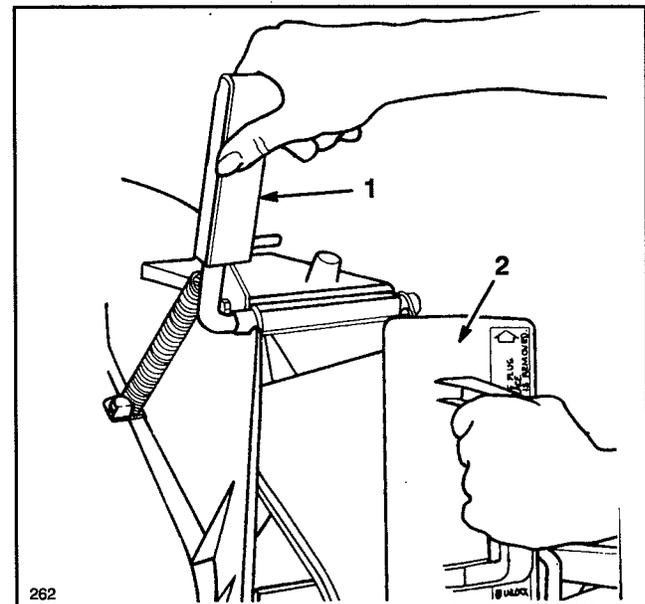

Figure 5
1. Ouvrir le volet d'éjection en tirant la poignée vers soi pour rabattre le volet vers l'intérieur (Fig. 5). Tenir la poignée pour éviter que le ressort ne ferme le volet lors de l'insertion de l'obturateur.
2. L'obturateur étant légèrement plus large que l'ouverture de l'éjecteur, le tourner légèrement dans le sens des aiguilles d'une montre lors de l'insertion (Fig. 5). La flèche sur l'obturateur doit pointer vers le haut.